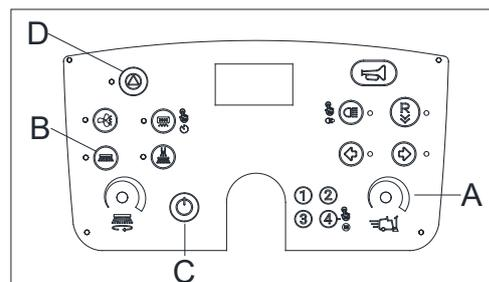

Figura 24
- Regolare la velocità di guida utilizzando il selettore di velocità della macchina (A, Figura 24).
- Premere il pulsante di avvio (D, Figura 24) per abilitare la pulizia.
- Premere il pulsante della spazzola laterale (B, Figura 24) per abbassarla all'altezza di lavoro, premere il pedale dell'acceleratore e lasciarla in funzione per 1 minuto.
2. Premere il pulsante di accensione (C, Figura 24) per togliere l'alimentazione.